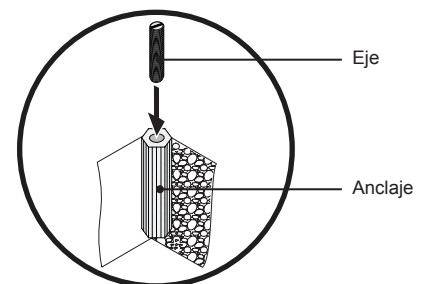

Figura 10. La perforación del agujero de montaje
- 1 En cada ubicación marcada, haga un  $\frac{7}{16}$ " agujero de 1 1/2" de profundidad (Figura 10). Repita este paso para el resto de localidades.
- 4 Pase el eje en el ancla. Si es necesario, tal vez utilizar un destornillador. Deja  $\frac{3}{8}$ " del eje expuesta (Figura 10).